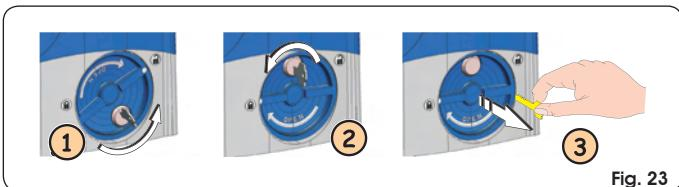

Fig. 23
1. Draai het ontgrendelingsmechanisme ongeveer 180° tegen de wijzers van de klok in, zoals aangegeven in Fig. 23 Ref. ①.
2. Draai de sleutel tegen de wijzers van de klok in, Fig. 23 ref. ②, en trek hem uit het slot, zoals aangegeven in Fig. 23 ref. ③.